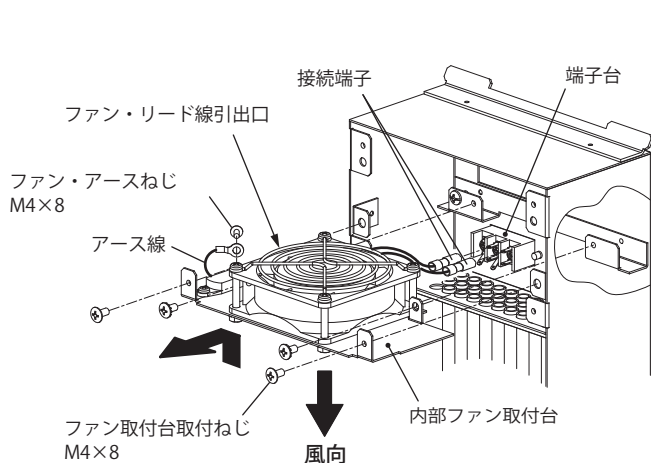

図 7
1. 内部ファン取付台取付ねじ M4×8 (4 カ所) を取り外した後、ファン取付台を手前に引き出し、ファン・アースねじ M4×8 を取り外して、アース線を外してください。(図 7)